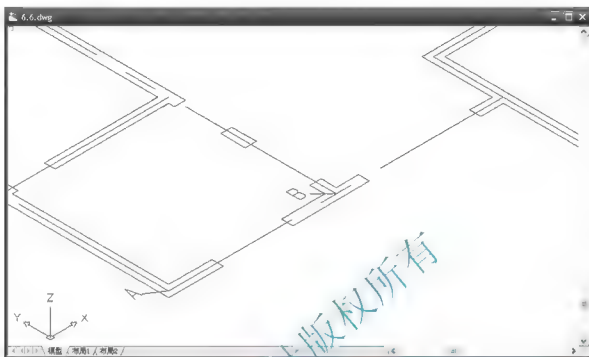
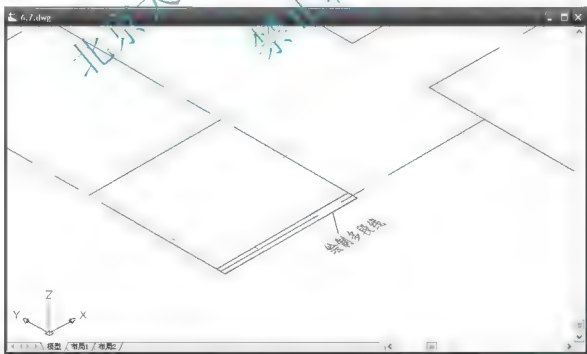

图 6.6 西南等轴测视图
图 6.7 绘制带有宽度的多段线
- (1) 打开图“6.6.dwg”并将【勒脚】层设置为当前图层。
- (2) 选择菜单栏中的【视图】|【三维视图】|【西南等轴测】命令并用【窗口放大】命令将视图放大，结果如图 6.6 所示。
- (3) 打开【对象捕捉】功能并启动【多段线】命令。
- ① 在指定起点：提示下，捕捉如图 6.6 中所示的 A 点作为多段线的起点。
- ② 在指定下一个点或 [圆弧(A)/半宽(H)/长度(L)/放弃(U)/宽度(W)]: 提示下，输入“W”后按 Enter 键。
- ③ 在指定起点宽度 <0.0000>: 提示下，输入“240”后按 Enter 键。
- ④ 在指定端点宽度 <240.0000>: 提示下，按 Enter 键执行尖括号内的默认值“240”。
⑤ 在指定下一个点或 [圆弧(A)/半宽(H)/长度(L)/放弃(U)/宽度(W)]: 提示下, 捕捉如图 6.6 中所示的 B 点作为多段线的终点, 按 Enter 键结束命令。结果绘制出一条宽度为“240”的二维多段线, 如图 6.7 所示。